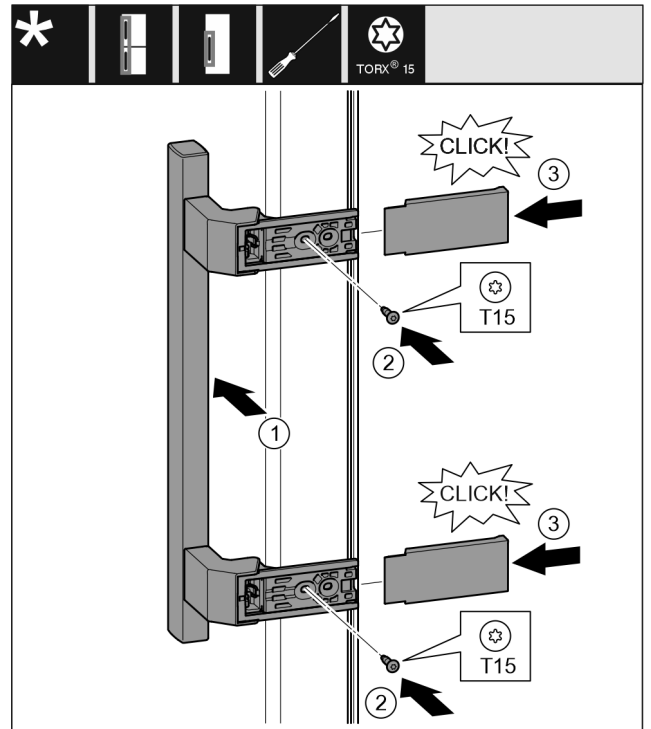

Fig. 40
- ▶ Vendosni dorezën në anën e kundërt. Fig. 40 (1)
- ▶ Mbërtheni fort vidat me një kaçavidë T15. Fig. 40 (2)
- ▶ Vendosni kapakët mbulues anash dhe shtyjini. Fig. 40 (3)